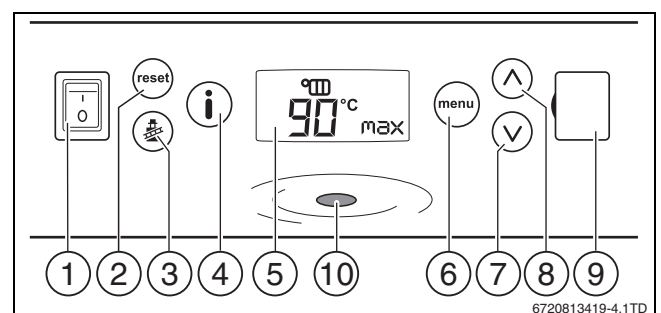

Bild 5 Bedieneinheit
- Ein/Aus-Schalter in Position „1“ (→ Bild 5, [1]) setzen.